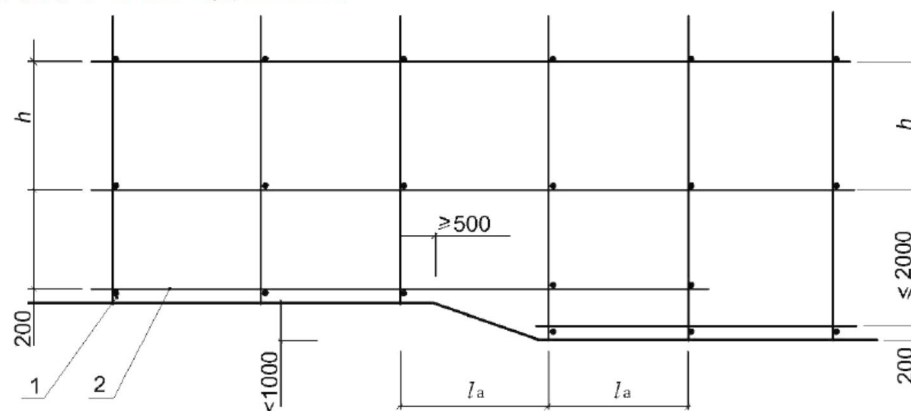

图 6.3.3 纵、横向扫地杆构造
6.3.3 脚手架立杆基础不在同一高度上时，必须将高处的纵向扫地杆向低处延长两跨与立杆固定，高低差不应大于 1m。靠边坡上方的立杆轴线到边坡的距离不应小于 500mm（图 6.3.3）。